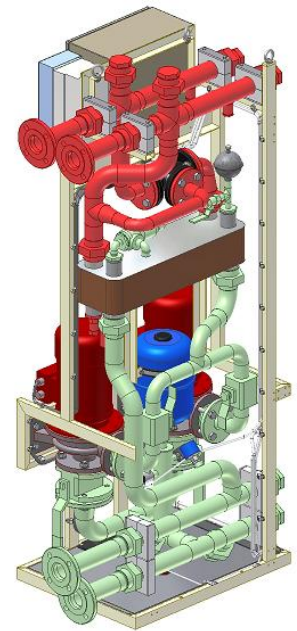

Рис. 2.2-1
- Первичный контур, НХМ120-PS01 (обозначен зеленым цветом на рис. 2.2-1)
- Вторичный контур, НХМ120-PS02 (обозначен красным цветом на рис. 2.2-1)